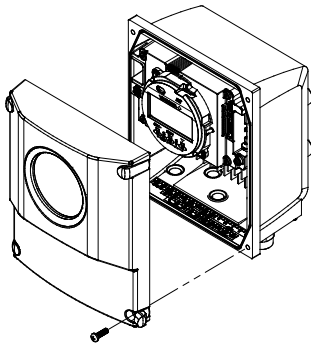

Рисунок 6.3.3 Снятие крышки
(1) Снимите крышку (смотрите рисунок 6.3.3).